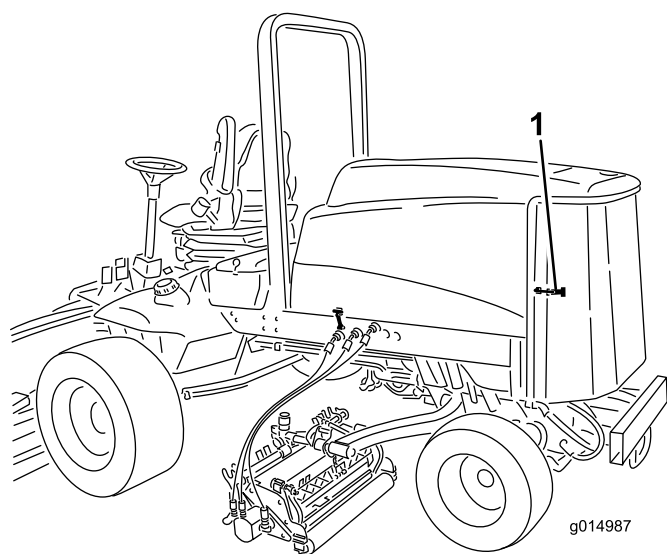

Figura 74
1. Sbloccate la griglia posteriore ed apritela (Figura 74).